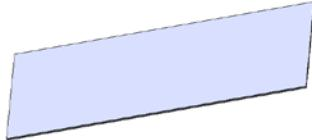
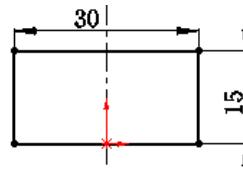

图 6.2 基体—法兰 1
图 6.3 横断面草图
Step2. 创建图 6.2 所示的钣金基础特征——基体一法兰 1。
(1) 选择命令。选择下拉菜单 **插入(I)** → **钣金(B)** → **基体法兰(A)...** 命令(或单击“钣金”工具栏上的“基体法兰/薄片”按钮 )。
(2) 定义特征的横断面草图。
① 定义草图平面。选取前视基准面作为草图平面。
② 定义横断面草图。在草图环境中绘制图 6.3 所示的横断面草图。
③ 选择下拉菜单 **插入(I)** → **退出草图** 命令，退出草图环境，此时系统弹出“基体法兰”对话框。
(3) 定义钣金参数属性。
- ① 定义钣金参数。在**钣金参数(S)**区域的**厚度(T)**文本框中输入厚度值 0.2。
- ② 定义钣金折弯系数。在**折弯系数(A)**区域的下拉列表中选择**K因子**选项，把文本框**K**的因子系数改为 0.4。
- ③ 定义钣金自动切释放槽类型。在**自动切释放槽(I)**区域的下拉列表中选择**矩形**选项，选中**使用释放槽比例(A)**复选框，在**比例(I):**文本框中输入比例系数 0.5。
- (4) 单击√按钮，完成基体—法兰 1 的创建。